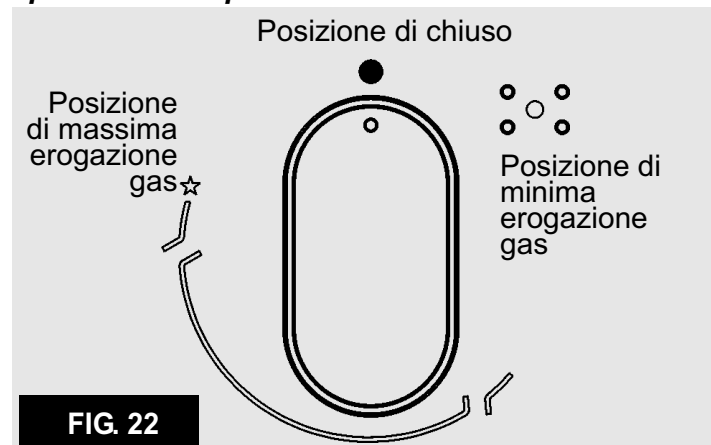

FIG. 22
Premere e ruotare in senso antiorario la manopola corrispondente al bruciatore da usarsi, portarla sulla posizione di "Massimo" (fiamma grande fig. 22) quindi premere la manopola a fondo.
- Quando si è giunti all'ebollizione portare la manopola in posizione di "Minimo" (fiamma piccola fig. 22).
- ***l'accensione dei bruciatori con termocoppie di sicurezza può avvenire solamente quando la manopola è sulla posizione di Massimo (fig. 22).***